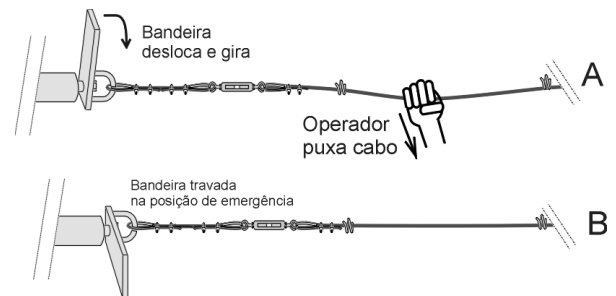

Fig. 10 – Acionamento manual da parada de emergência
- Quando se detectar uma situação de emergência, o operador no local deverá puxar o cabo em qualquer direção (Fig. 10 A). A alça com bandeira da chave de emergência será deslocada, girando 90° e travando nessa posição (Fig. 10 B). Nesta condição, a chave gera um sinal de parada de emergência, que deve ser tratado pelo controle do equipamento, colocando a máquina em condição segura.